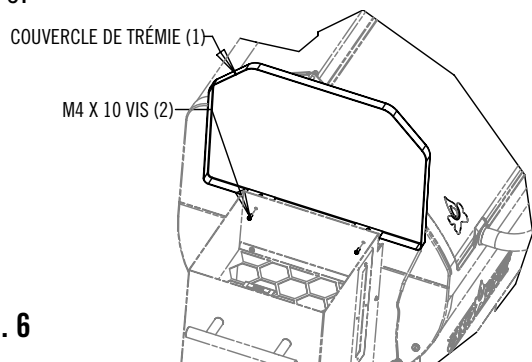

FIG. 6
1. Installez le couvercle de la trémie comme indiqué sur la Fig. 6.